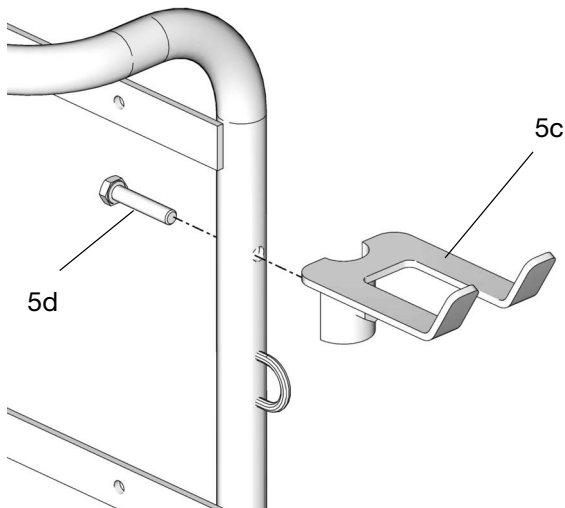

FIG. 32
4. Monter le support du compteur (5c) sur le châssis de la poignée à l'aide de la vis (5d) (FIG. 32).